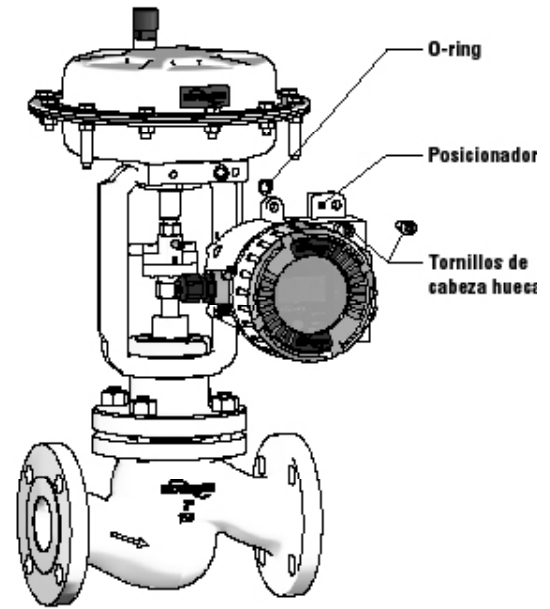

Figura 7: Saque el posicionador
2. Desensamble el posicionador de la válvulas según sea necesario (Vea la Figura 7: Saque el posicionador).